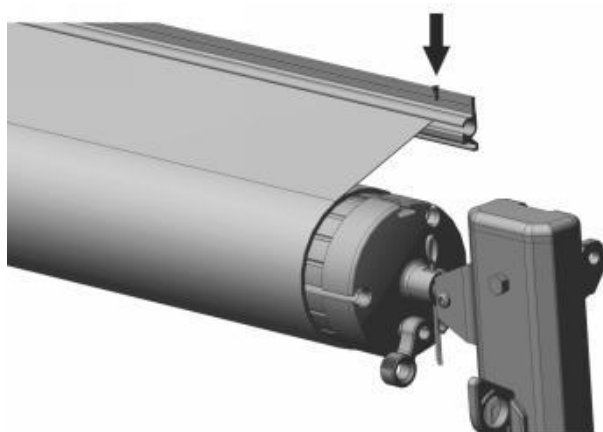

Figura C18
3.8 Abra y cierre el toldo 2 o 3 veces para que la tela y el mecanismo se ajusten correctamente. (Consulte el método de uso). Compruebe que todos los tornillos estén bien ajustados y que el toldo funcione correctamente. A continuación, fije el tornillo B en ambos lados para evitar que la tela se mueva. (Figura C18)